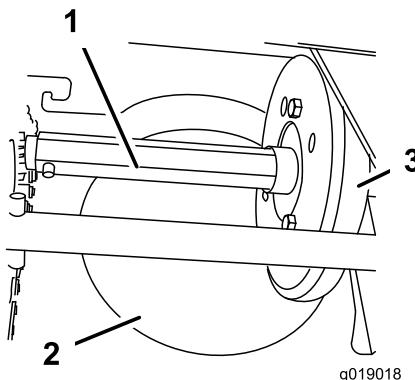

Figure 41
Graissez légèrement l'arbre hexagonal une fois par an avec de l'huile moteur de type automobile (Figure 41).
**Important:** Veillez à ne pas faire couler d'huile sur la roue en caoutchouc ou le plateau d'entraînement à friction en aluminium, car cela fera patiner la transmission (Figure 41).